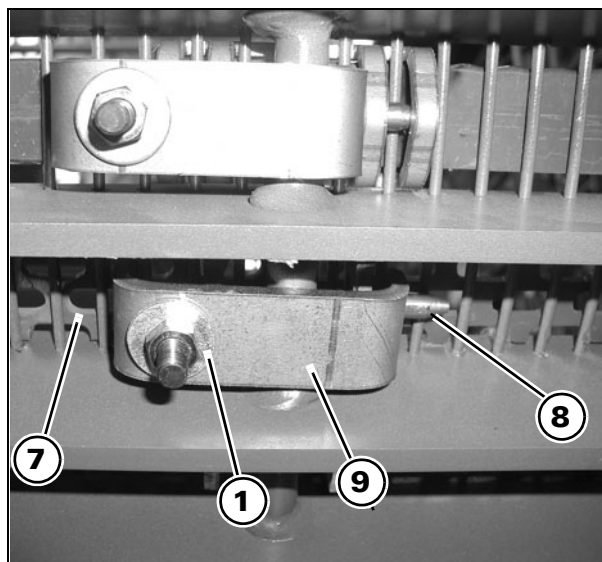
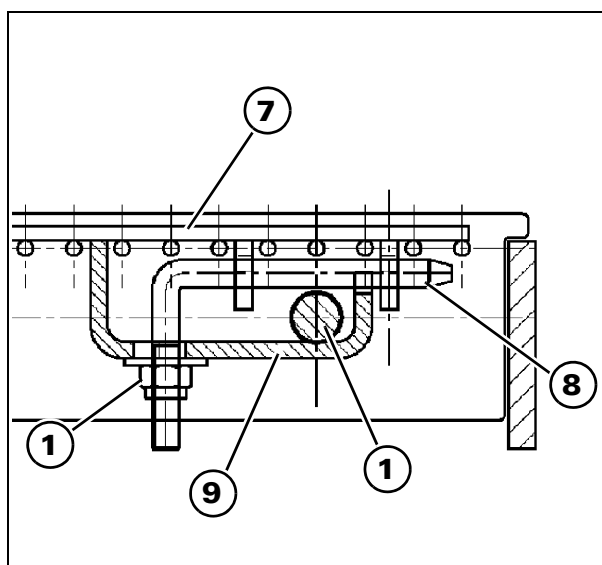

Рис. 39
Рис. 40
- 1.) Убедитесь, что фиксаторы легко входят в отверстия заполняющей вставки (7).
- 3.) Вставьте ребра вставки между прутками подбарабалья (см. Рис. 40).
- 4.) Вставьте фиксаторы (8) (свободные концы должны находиться в вертикальном положении).
- 5.) Установите стопорные элементы (9).
- 6.) Полностью затяните гайки (10).
- 7.) Повторите процедуру крепления вставок (7) для всех прутков подбарабалья (11).
**ПРИМЕЧАНИЕ:** Процедура крепления заполняющих вставок на универсальном подбарабалье аналогична процедуре, описанной ранее для стандартного подбарабалья (см. верхнюю часть Рис. 39).